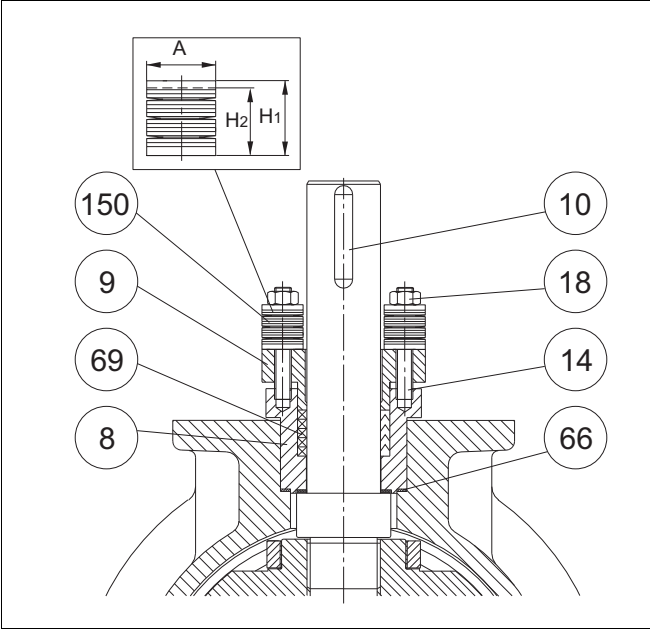

图 11 压盖填料
- 将新填料环（69）放到轴（5）上。压盖随动件可用于将环推入沉孔中。请勿损坏轴键槽中的填料环。正确方向图示，请参见图 11。
- 首先，预压缩填料环：通过将压盖螺母（带或不带碟形弹簧）拧紧至扭矩 T_t ，或将带碟形弹簧的压盖拧紧至高度 H_2 。请参见图 11 和表 1 中的数值。